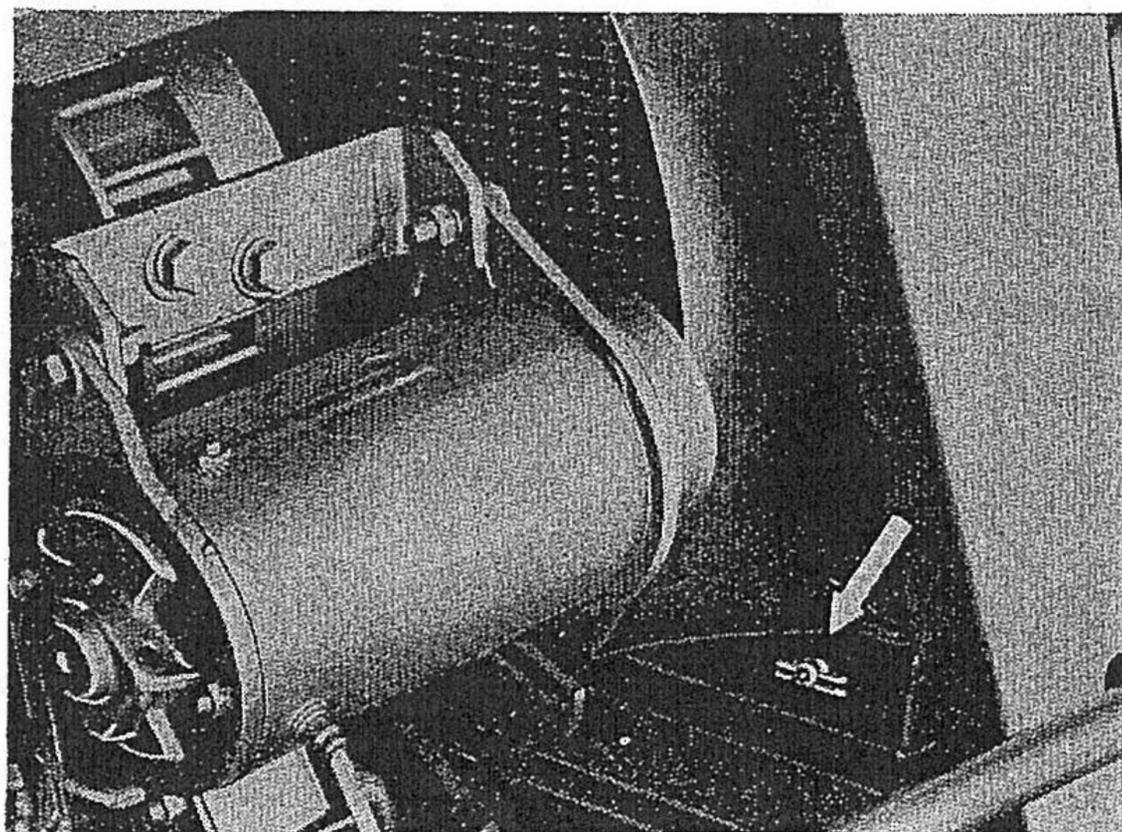

Fig. 56
- le robinet à la base du radiateur, côté droit, fig. 56,